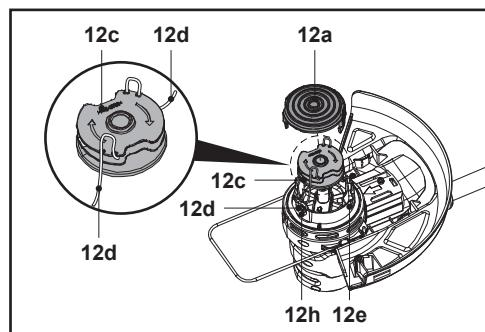

Fig. 24
6. Suelte el hilo de corte (12d) de las muescas y manténgalo en posición. Evite que el hilo de corte (12d) se escape de la bobina de corte (12c) (Fig. 24, paso 1).
7. Pase el extremo del hilo de corte a través del ojal (12h) del alojamiento (12e) (Fig. 24, paso 2).
9. Inserte la bobina de corte (12c) en el alojamiento (12e) (Fig. 24, paso 3). Gire la bobina hasta que encaje en su sitio.